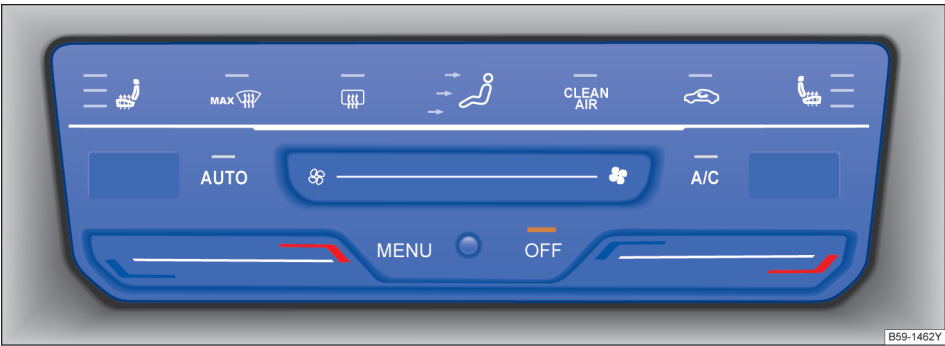

图 100 全自动空调的操作元件
- 触摸按钮 **OFF** → 图 100。
触摸按钮  → 图 100 调整气流分配：
触摸按钮  → 图 100 可尽快将前窗玻璃除霜并除去水雾（除霜功能）：
- 按下操作面板中的按钮  → 图 100。